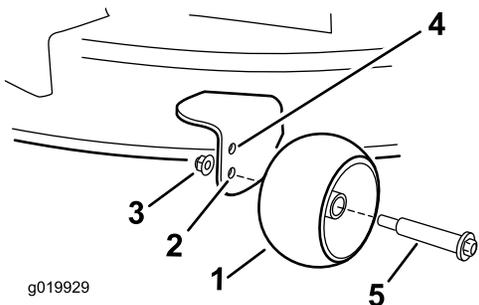

Figura 28
- Furo superior – utilize esta posição com a plataforma de corte nas posições de altura de corte de 63 mm e inferiores (Figura 28).
- Furo inferior – utilize esta posição com a plataforma de corte nas posições de altura de corte de 76 mm e superiores (Figura 28).